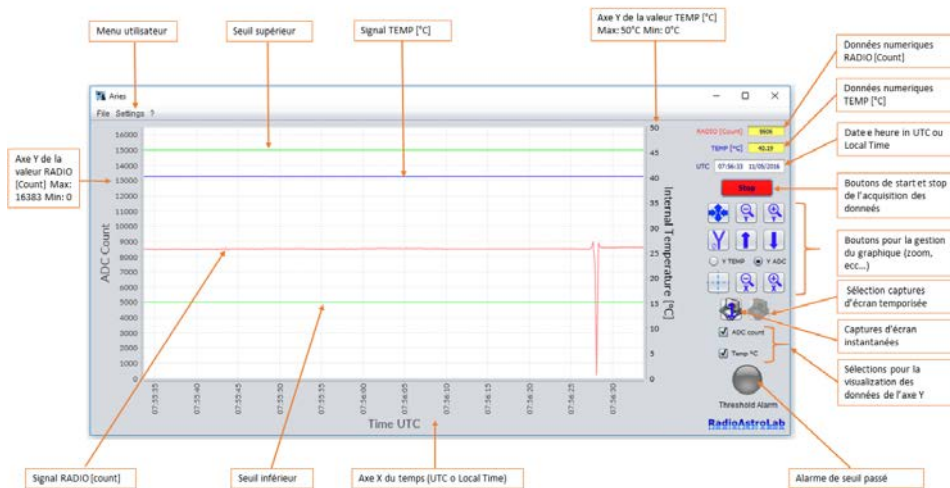

FIGURE 1.1 – Fenêtre principale du logiciel *Aries* (les paramètres concernent le modèle de récepteur RAL10).
Aries (Fig. 1.1) est un logiciel élaboré et facile à utiliser pour les ordinateurs personnels (PC), développé pour gérer l'acquisition et le contrôle automatique des récepteurs micro-ondes à puissance totale de la série *RAL10* de *RadioAstroLab*. Conçu pour optimiser la "force" et la flexibilité dans la communication série typique de la famille *RAL10*, le logiciel contrôle les paramètres de fonctionnement du modèle utilisé (*RAL10KIT*, *RAL10AP*, *RAL10*) : avec le style d'un enregistreur graphique, *Aries* affiche la tendance des mesures dans le temps et stocke les informations obtenues par le biais de plusieurs modes et formats.
Sur la Fig. 1.1 vous pouvez voir la console principale du programme d'affichage et de contrôle : c'est une fenêtre graphique qui affiche la tendance dans le temps du signal radiométrique acquis et, éventuellement, d'autres signaux auxiliaires gérés par le récepteur spécifique utilisé, comme la température intérieure de l'instrument.